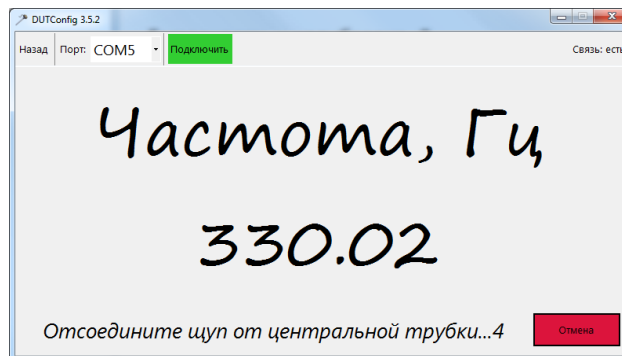

Рисунок 23 – Отсоедините щуп от центральной трубки
10. Дождаться, когда в окне программы появится сообщение «Отсоедините щуп от центральной трубки» (рис. 23).